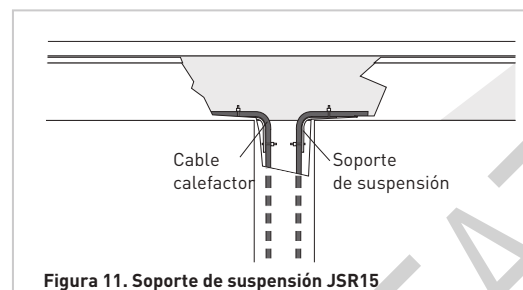

Figura 11. Soporte de suspensión JSR15
- Use los soportes de suspensión JSR15 en la transición canalón-bajante para evitar que el cable calefactor se corte y se dañe por los bordes afilados y para aliviar la tensión como se muestra en la Figura 11.